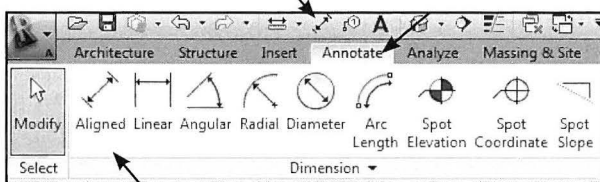

Fig. 05.47. Vælg faste målkæder og tegn dem med Aligned.
- Dette gøres ved at klikke på *Annotate* i fanebladet (Fig. 05.47).
- Klik på *Annotate - Aligned* (Fig. 05.47, forrige side).